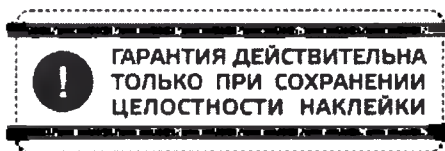

Рисунок 1.6 – Гарантийная наклейка
1.4.3 Для предотвращения несанкционированного доступа в блок управления (отсек электрики) применяется знак «Гарантийная наклейка» (рисунок 1.6).